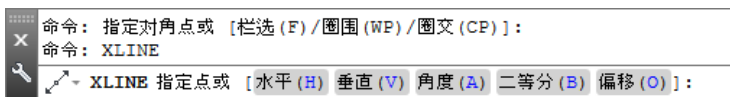

图 2.1.8 命令行提示
Step2. 选择构造线类型。在图 2.1.8 所示的命令行提示下输入字母 H，然后按 Enter 键。
垂直构造线的方向是竖直的（即与当前坐标系的 X 轴的夹角为 90° ）。下面说明垂直构造线绘制的一般操作步骤：选择下拉菜单 **绘图(D) → 构造线(L)** 命令；在图 2.1.8 所示的命令行提示下，输入字母 V（即选择 **垂直(V)** 选项绘制垂直构造线）后按 Enter 键；选择任意位置点——点 A 作为通过点；按 Enter 键完成绘制。
Step3. 在图 2.1.8 所示的命令行提示下，输入字母 A 后按 Enter 键。
(1) 在命令行 **输入构造线的角度 (0) 或 [参照(R)]:** 的提示下，输入字母 R 后按 Enter
Step2. 在图 2.1.8 所示的命令行提示下,输入字母 A 后按 Enter 键。
Step3. 在图 2.1.8 所示的命令行提示下,输入字母 B 后按 Enter 键。
Step3. 在图 2.1.8 所示的命令行提示下，输入字母 O 后按 Enter 键。